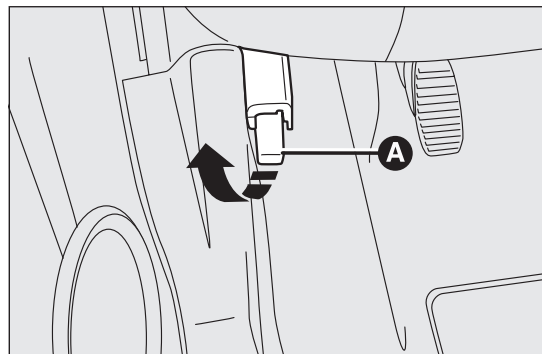

fig. 59
- tirare la leva A fig. 59 nel senso indicato dalla freccia